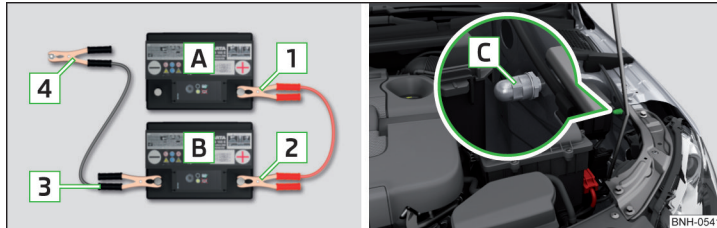

Abb. 164 Starthilfe: A - entladene Batterie, B - stromgebende Batterie / Massepunkt des Motors
- Die Klemme **1** am Pluspol der entladenen Batterie **A** » Abb. 164 befestigen.
Bei Fahrzeugen mit dem START-STOPP-System das Starthilfekabel an den Massepunkt des Motors **C** » Abb. 164 anschließen.